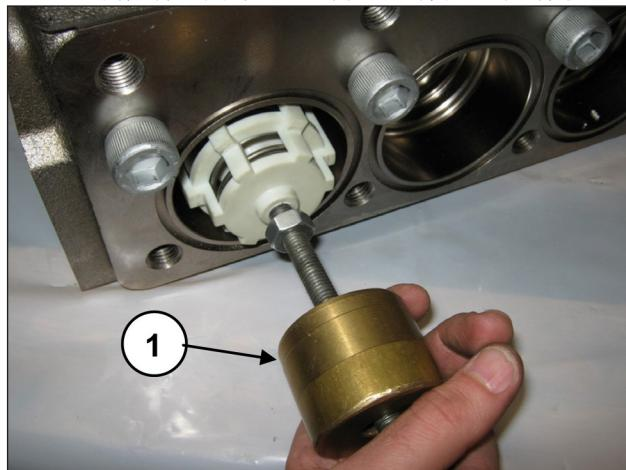

图 140
可将锤头式提取器(代码为 27516400)作用在阀导承的M10孔上(位置①, 图 140), 或用一个M10-M16适配器(代码25089700)作用在阀导承的M16螺纹上, 将吸入阀组件取出。